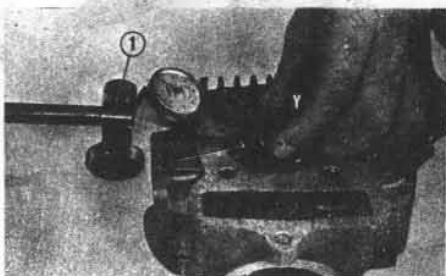

Fig. 39 Meten van klepspeling
- 1) De klepsteelspeling in de klepgeleider wordt gecontroleerd, door de klep juist van de zitting te lichten en heen en weer te bewegen. Met een meetklokje kan de zijdelingse uitslag gemeten worden. (Fig. 39)